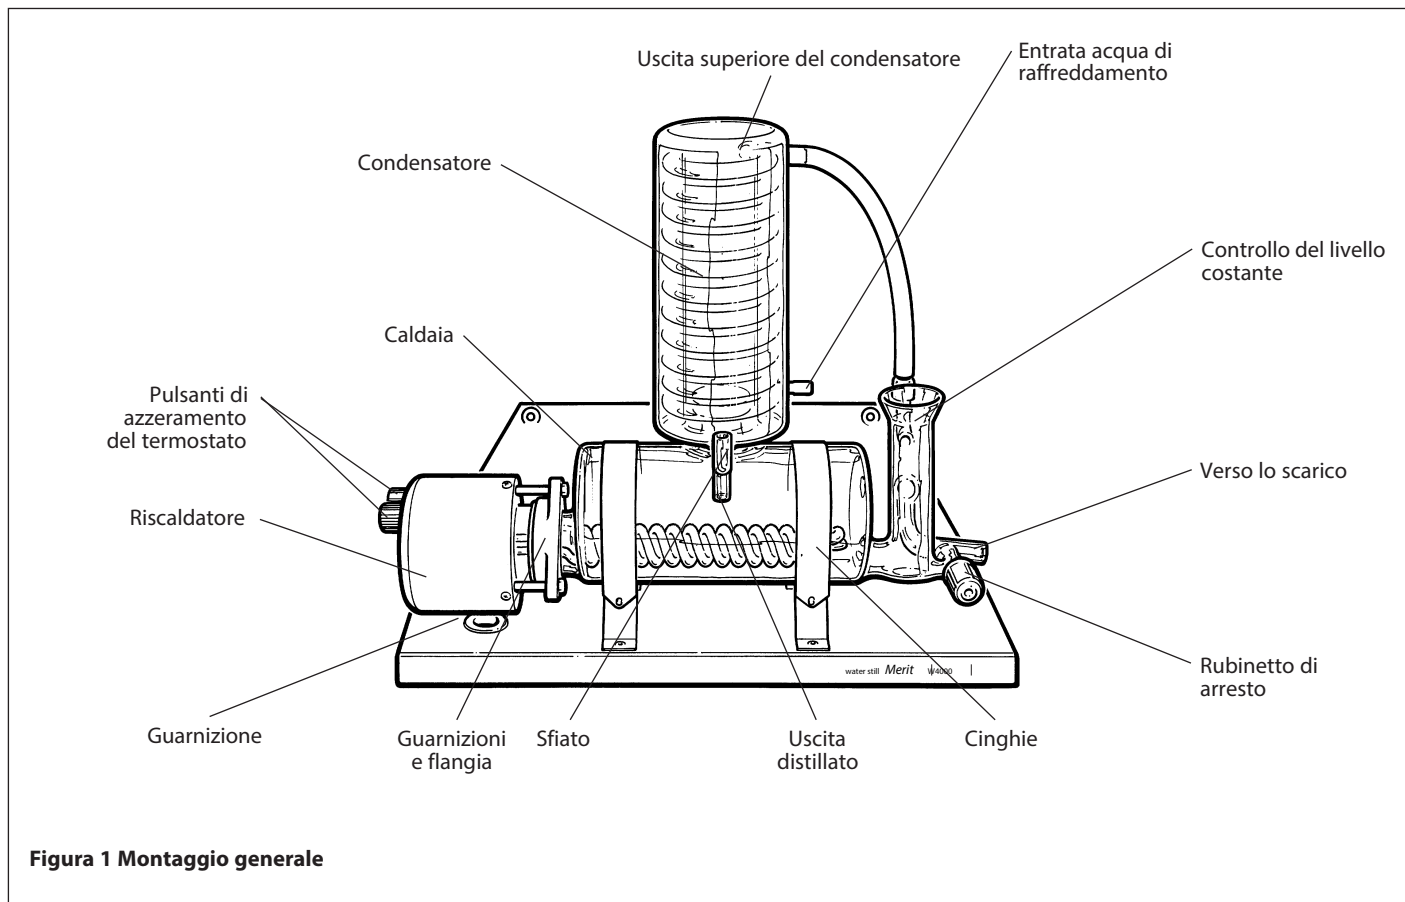

Figura 1 Montaggio generale
6. Dal kit del flessibile prendere il flessibile in plastica con foro da 8 mm. di 225 mm. di lunghezza montato con i connettori a filetti alle estremità. Con riferimento alla Figura 1, avvitare un'estremità del tubo flessibile all'uscita superiore del condensatore e l'altra al filetto in vetro sul controllo del livello costante. Se lo Still è stato montato nel modo corretto, il flessibile deve estendersi agevolmente e senza sollecitazioni.